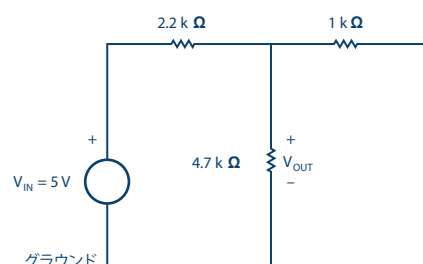

図 2. 電圧源を使用する回路
この実験では、図 2 に示した回路を例にとり、線形性／重ね合わせの理について検証してみます。
比例定数 A は、回路のゲインと呼ばれることもあります。図 2 の回路の電圧源は V_{IN} です。4.7 kΩ の抵抗の両端が応答 V_{OUT} になります。線形性が存在する場合、重ね合わせの理が成り立ちます。ここが最も重要なポイントです。
- ▶ a) 図 2 の回路を構成します。電圧計ツールを使い、表 1 に示す 3 種類の入力電圧 V_{IN} (ADALM1000 で生成した固定の電源電圧を使用) に対応する V_{OUT} を正確に測定します。また、固定の電源電圧の値も実測して記録します。